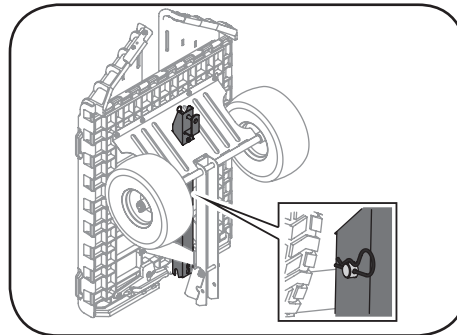

Figura 6-1
6. Coloque el remolque en posición vertical sobre su extremo delantero. Consulte la Figura 6-1.
7. Deslice el conjunto de lengüeta en la abertura de la ménsula de soporte del remolque tal como se muestra en la Figura 6-1.
8. Fije el conjunto de lengüeta en su lugar con el pasador de horquilla y el pasador de chaveta que se muestran en el recuadro de la Figura 6-1.